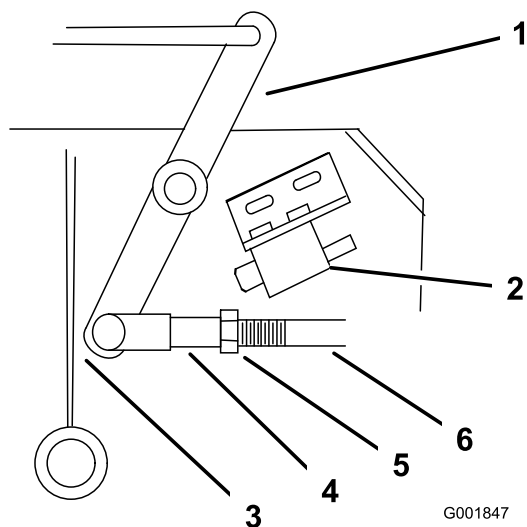

Figura 49
- Ajuste la longitud del acoplamiento hasta que el extremo inferior de la palanca acodada casi roce el refuerzo del soporte del eje (Figura 49).
- Afloje la tuerca de la horquilla (Figura 49).